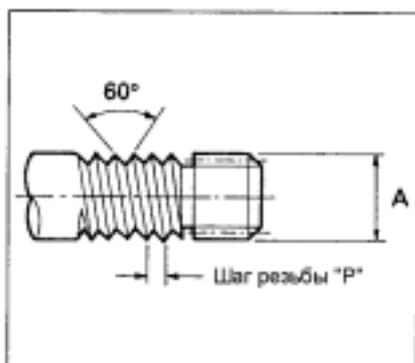

Рис. 1.
- (5) Болты с одинаковым наружным диаметром могут иметь разный шаг резьбы (рис. 1.)